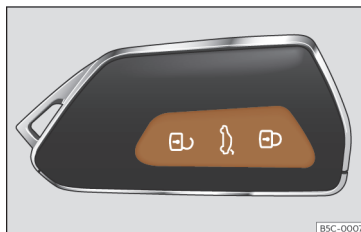

Fig. 78 Chave por comando à distância: teclas.
- Trancar: pressione o botão  >>> **Fig. 78.**